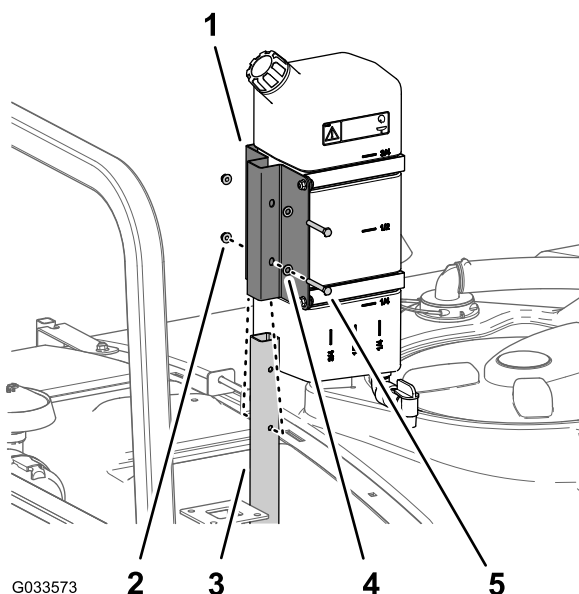

Figura 47
1. Monte o depósito de água limpa e instale no tubo de suporte com os dois parafusos (5/16 pol. x 2 1/4 pol.) e duas porcas de bloqueio flangeadas (5/16 pol.) como se mostra na Figura 47.